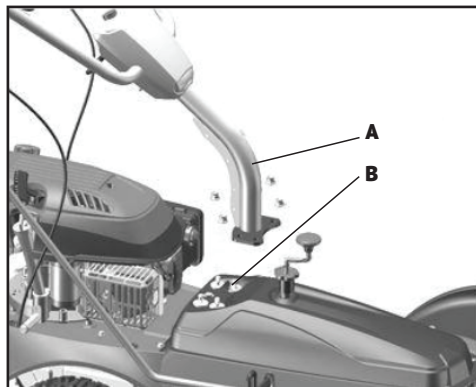

Рис. 2
- Затяните четыре фиксирующие гайки (Рис. 2).